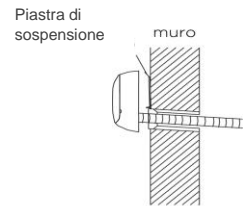

Figura 8
- Riposizionare l'unità interna sui due ganci nella parte superiore della piastra di sospensione (Figura 8).